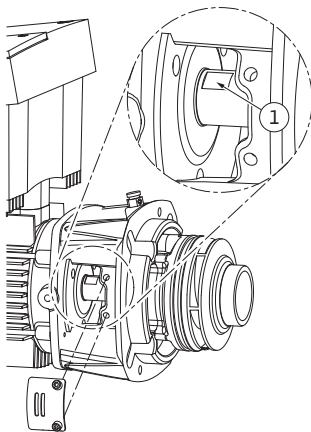

Fig. 52: Superfícies de aperto no veio
- Introduzir uma chave de bocas com uma abertura ideal de 22 mm na janela da lanterna e fixar o veio nas superfícies de aperto (Fig. 52, pos. 1). Desapertar a porca do impulsor (Fig. 7, pos. 15). O impulsor (Fig. 7, pos. 16) é automaticamente extraído do veio.
24. Durante a montagem do impulsor, introduzir uma chave de bocas com uma abertura ideal de 22 mm na janela da lanterna e fixar o veio nas superfície de aperto (Fig. 52, pos. 1).